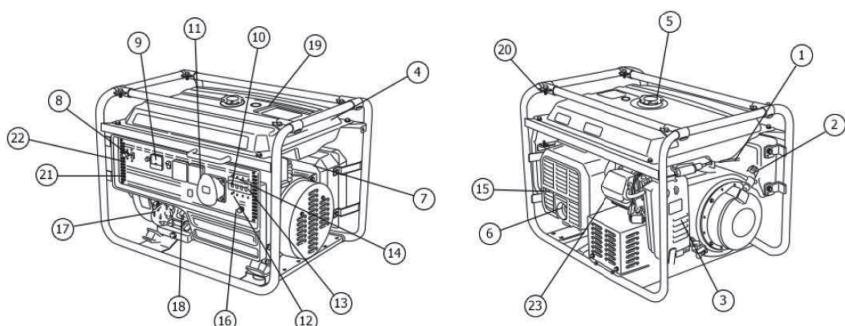

Рис. 1*
- Під час встановлення генератора слід підключити до різьбової клеми (поз. 18; рис. 1) провідник заземлюючого пристроя, що задовольняє вимогам розділу «Забезпечення вимог безпеки»
- Плавно витягнути до упору трос ручного стартера за ручку (поз.2, рис.1) та повернути у вихідне положення (див. також рис.3)